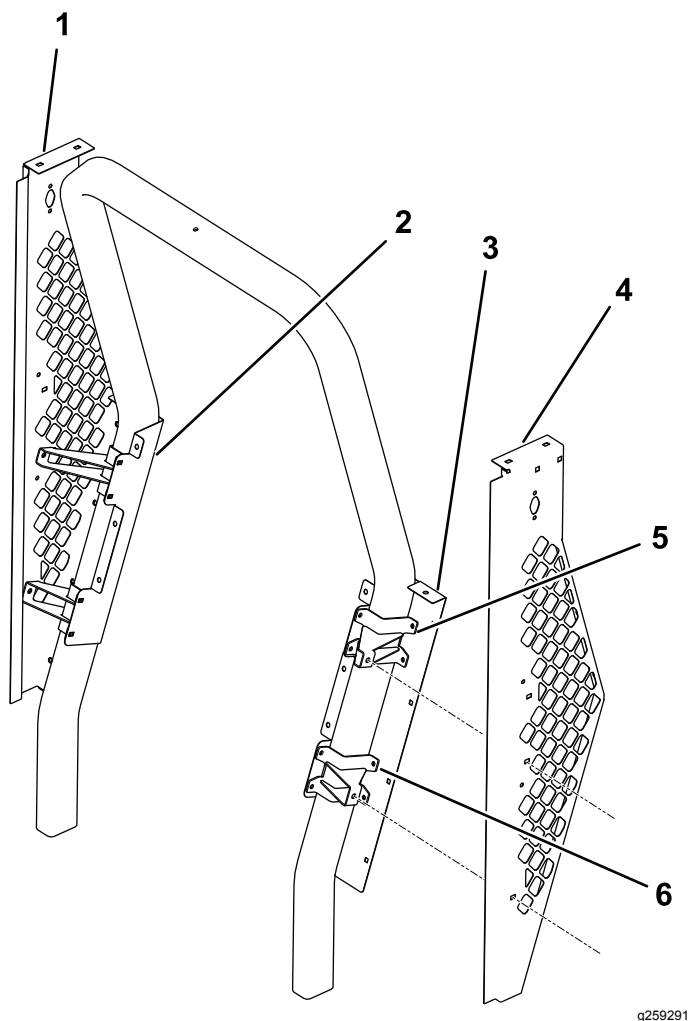

Figure 1
1. Avec des boulons à tête ronde (5/16" x 3/4") et des écrous à embase (5/16"), montez le panneau latéral gauche et le panneau latéral droit (Figure 1).
ainsi que le panneau arrière gauche et le panneau arrière droit (Figure 1).